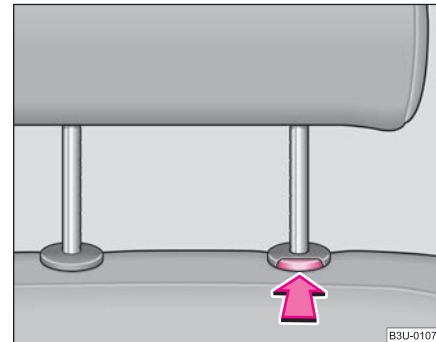

Fig. 58 Scoaterea tetierei
- Apăsăți tasta de siguranță în sensul săgeții ⇒ fig. 58 și scoateți tetiera.